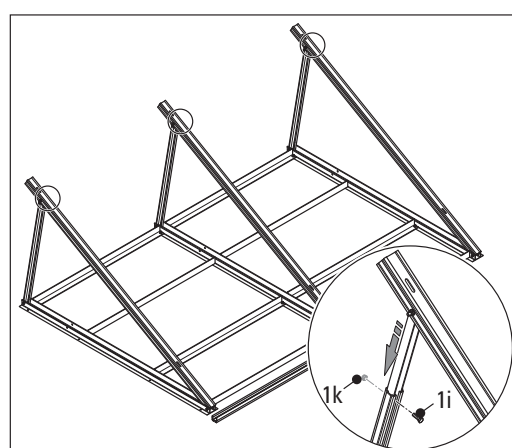

Figura 3-10 Colocar los triángulos básicos según el ángulo
10. Colocar el primer triángulo (figura 3-10), para ello ajustar los carriles telescópicos según el ángulo deseado (ver para ello la tabla 3-4) y fijarla con un tornillo hexagonal.
11. Colocar y montar los demás triángulos según el mismo principio (figura 3-10).